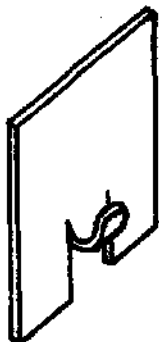

Рис. 128. Крючок для подвешивания на стену легких вещей
**Стену можно и не сверлить.** Чтобы повесить картину, календарь, часы или какую-либо другую легкую вещь, вовсе необязательно сверлить бетонную стену под пробку. Можно поступить иначе. Из металлической (латунь, бронза, алюминий) пластинки толщиной 1 — 2 мм вырезаем крючок размером примерно 50x60 мм, в соответствии с рис. 128. По размерам пластинки зачищаем участок стены и клеем (лучше типа «Момент») прикрепляем крючок. Через сутки крючок может воспринять нагрузку.